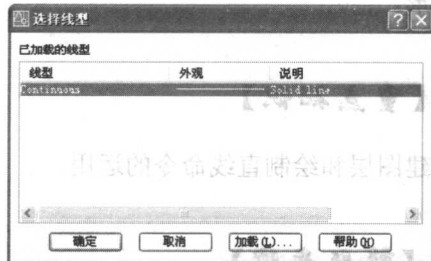

图 2-5 选择线型
(4) 单击“中心线”层对应的“线型”项，打开“选择线型”对话框，如图 2-5 所示。